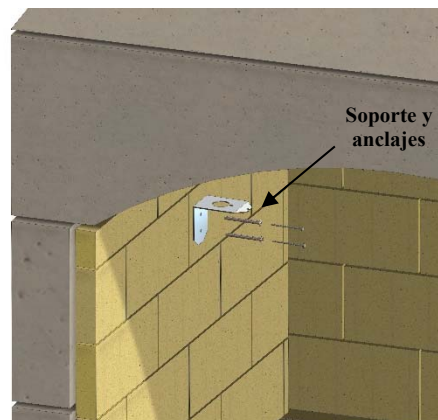

Figura 28. Instalar el soporte y los anclajes
C. Instalar el soporte hacia la parte delantera de la caja de fuego pared, a unos 30 cm por encima del suelo de la caja de fuego. El soporte capturará el cable de funcionamiento de la compuerta. Utilice una broca de mampostería de 1/4" para evitar grietas en el ladrillo refractario. Véase la figura 28.